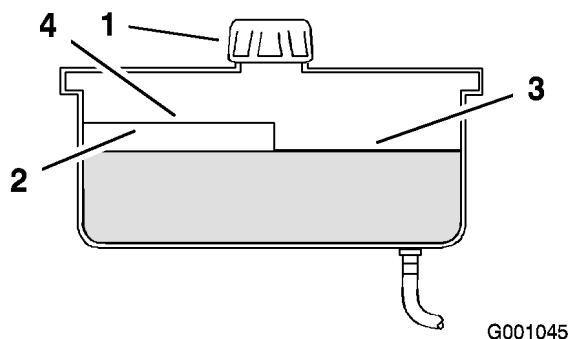

Figure 52
2. Nettoyez la surface autour du goulot de remplissage du réservoir hydraulique (Figure 52).
3. Enlevez le bouchon du goulot de remplissage et vérifiez si le réservoir contient du liquide (Figure 52).
Remarque: Lorsque l'huile est chaude, le niveau de liquide doit atteindre le haut du repère "à chaud" sur le déflecteur (Figure 52).